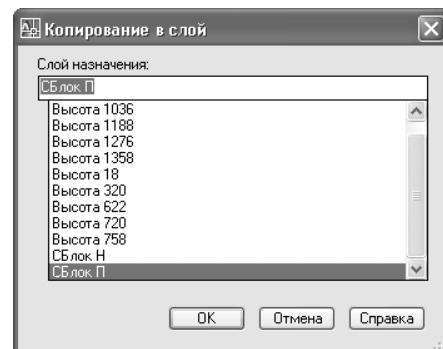

Рис. 6.24 ▼ Диалоговое окно Копировать в слой (Copy To Layer)
5. В списке слоев появившегося диалогового окна Копировать в слой (Copy To Layer) выберите слой СБлок П (рис. 6.24) и щелкните на кнопке OK.